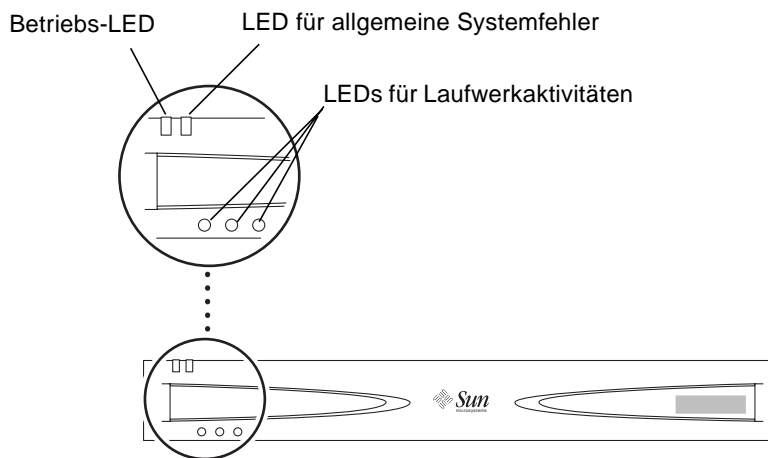
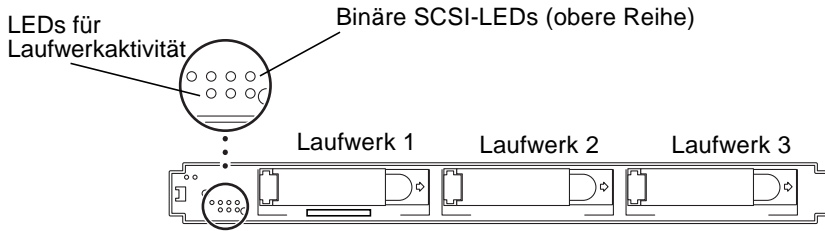

ABBILDUNG 5-1 LEDs an der Frontblende mit Frontrahmen
ABBILDUNG 5-2 LEDs an der Frontblende ohne Frontrahmen
Die LEDs an der Frontblende geben Aufschluss über den Systembetrieb, über Systemfehler, über die Laufwerkaktivitäten und über SCSI-ID-Zuweisungen. ABBILDUNG 5-1 und ABBILDUNG 5-2 zeigen die Position der LEDs an der Frontblende. TABELLE 5-1 informiert über ihre Bedeutung und gibt Empfehlungen für Maßnahmen zur Fehlerbehebung. Außerdem finden Sie am System eine Kurzreferenzkarte mit Erläuterungen zu den LEDs für die SCSI-IDs.
2. Suchen Sie die binären SCSI-LEDs (siehe ABBILDUNG 5-2).